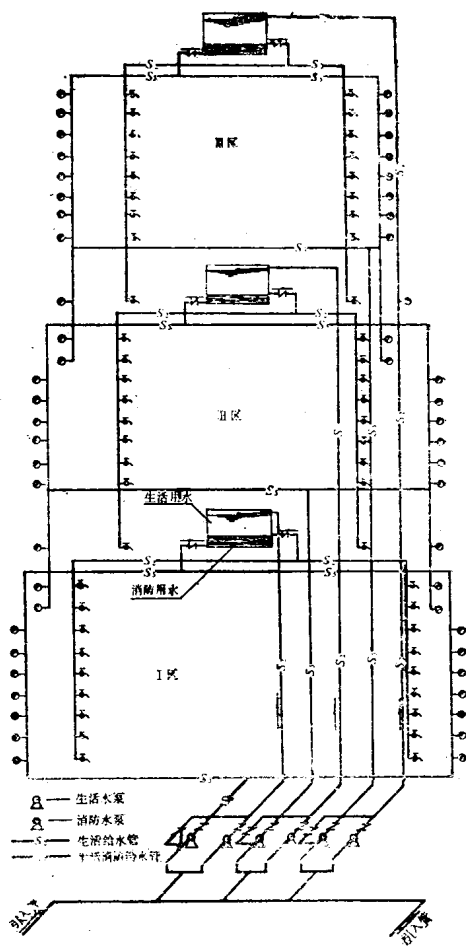

图8 高层楼房分区给水系统
(1) 消防系统压力要求很高的高层建筑、大型公共建筑及工业企业;
(2) 从战备安全的角度, 不允许设置水塔的建筑;
(3) 当室外给水管网中的水压不足, 而又不能在屋顶设置水箱的建筑。
7. 高层建筑分区给水方式 (见图8) 一般高层建筑的概念可见前述。在高层建筑中, 管网内的静水压力很大, 若不分区, 则下层管网的管道接头、配水附件等极易损坏, 电能的利用也不合理, 因此必须进行竖向分区供水。分区的界限为每个区管网的静水压力不得超过 $60\text{mH}_2\text{O}$ *。